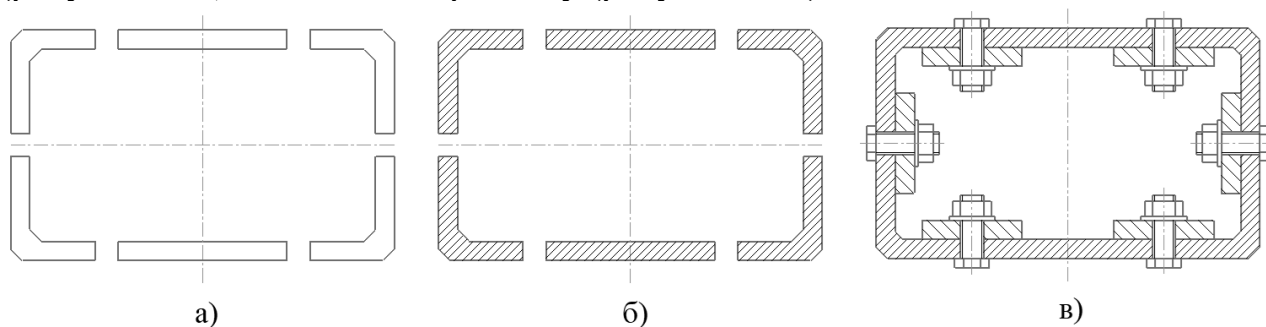

Рисунок 42 – Последовательность выполнения задания
4. Постройте симметричное изображение половины корпусной детали (рисунок 42 а). Нанесите штриховку (рисунок 42 б).
5. Вычертите или вставьте из библиотеки стандартных графических объектов изображение соединения болтом. Изобразите пластину в разрезе с углом штриховки 135° (рисунок 43). Вставьте изображения соединения болтом в соответствующие места сборочного чертежа с различным углом вставки (рисунок 42 в).